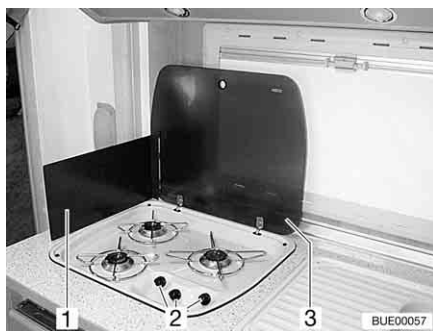

Fig. 210 Cocina de gas
- Abrir la tapa (Fig. 210,3) de la cocina de gas.
- Según el modelo, desplegar o colocar el protector de llama (Fig. 210,1).
- Girar el regulador giratorio (Fig. 210,2) correspondiente al quemador deseado a la posición de encendido (llama alta).